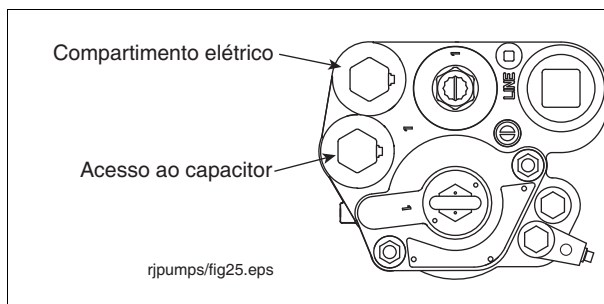

Figura 33. Locating Contractor's Box And Capacitor Compartment
1. Retire a tampa de acesso ao capacitor (ver Figura 33).
1. Retire a tampa do compartimento elétrico (Figura 33 na página 44). Retire e jogue fora o anel o-ring da tampa. Guarde a tampa.